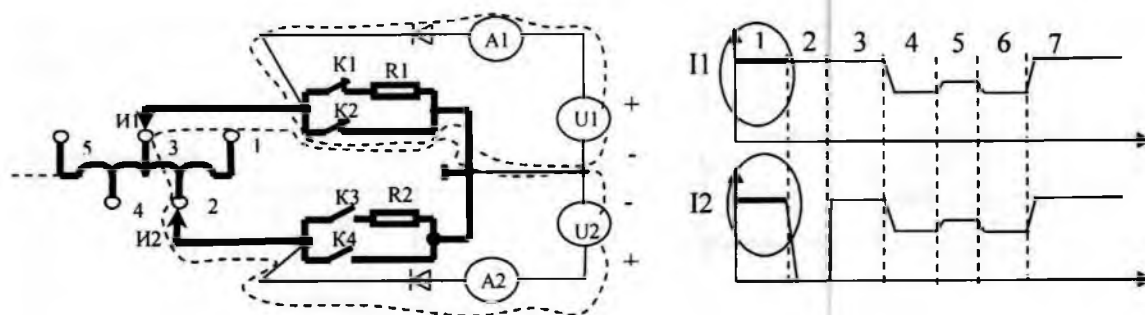

Рис. 11.30
На рис. 11.30...11.36. приведена последовательность состояний контактов при переключении нейтрали с отвода 3 на отвод 4. Жирными линиями обозначены элементы высоковольтного трансформатора и устройства РПН, тонкими линиями обозначены цепи прибора, пунктирными линиями обозначены пути протекания тока. Измерения выполняются на постоянном токе.
1. В исходном положении (рис.11.30) ток источника напряжения U1 протекает через амперметр A1 и контакт K1. Ток источника напряжения U2 протекает через амперметр A2, избиратель И2 и контакт K2. Нейтраль соединена с отводом 3 трансформатора через контакт K2. Графики тока соответствуют состоянию 1.